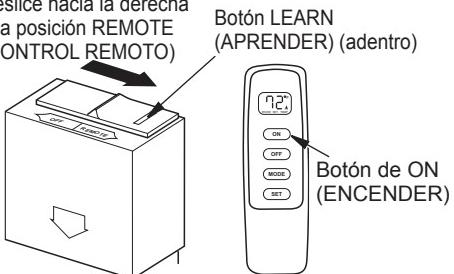

Figura 9. Configuración del receptor y del control remoto
- Coloque el interruptor de selección del receptor en la posición remota (consulte la figura 9).
- Presione el botón de ON (ENCENDER) del control remoto portátil. Deberá escuchar un pitido. Si no lo escucha, utilice objeto no filoso para empujar el botón de LEARN (APRENDER) del receptor (consulte la figura 9). Presione el botón de ON (ENCENDER) del control remoto nuevamente. Puede escuchar una serie de pitidos.